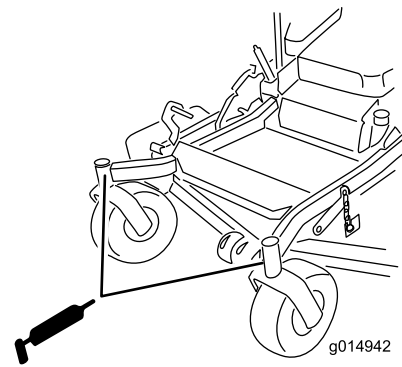

Figura 39
8. Togliete l'ingrassatore Zerk dal foro. Montate il tappo esagonale e lo scodellino parapolvere (Figura 39).